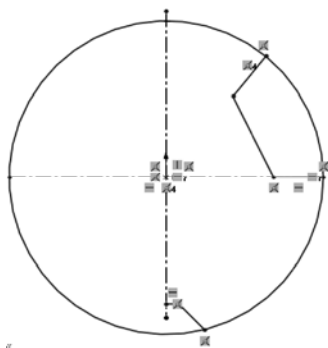

图 2-109 绘制草图 1
(1) 新建文件。启动 SolidWorks 2012, 选择菜单栏中的“文件”→“新建”命令, 或单击工具栏中的  (新建) 按钮, 在弹出的“新建 SolidWorks 文件”对话框中单击“零件”→“确定”按钮, 进入零件设计状态。
(2) 设置基准面。在特征管理器中选择前视基准面, 此时前视基准面变为绿色。
(3) 绘制中心线。选择菜单栏中的“插入”→“草图绘制”命令, 或者单击“草图”工具栏中的  (草图绘制) 按钮, 进入草图绘制界面。选择菜单栏中的“工具”→“草图绘制实体”→“中心线”命令, 或者单击“草图”工具栏中的  (中心线) 按钮, 绘制水平和竖直的中心线。
(4) 绘制草图 1。单击“草图”工具栏中的  (直线) 按钮和  (圆) 按钮, 绘制如图 2-109 所示的草图。